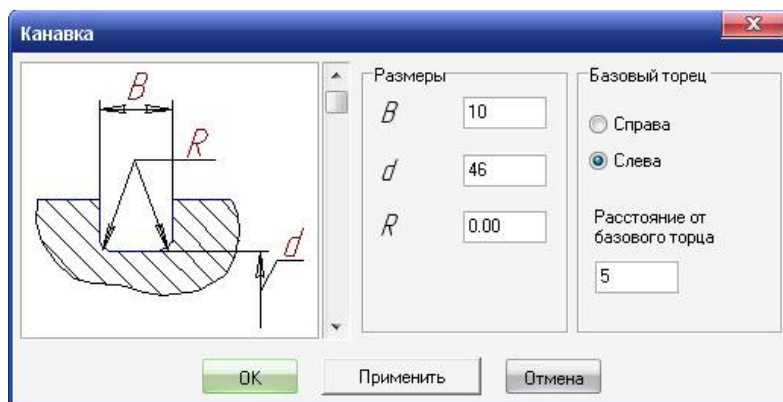

Рисунок 1.19 - Діалогове вікно **Канавка**
3. оберіть пункт **Канавка**. З'явиться діалогове вікно **Канавка** (рисунок 1.19);